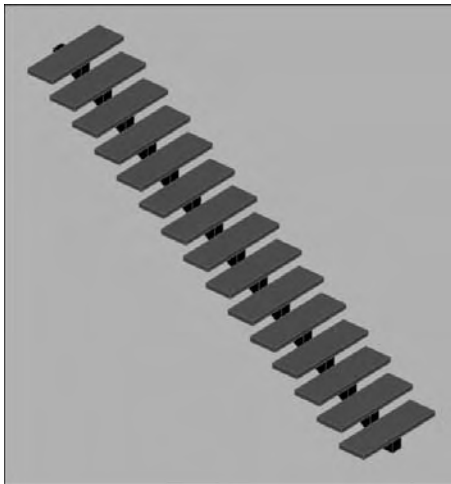

Fig.20.24
- 4 Placez la marche au début de l'escalier et copiez-la dans les différentes encoches (fig.20.24).